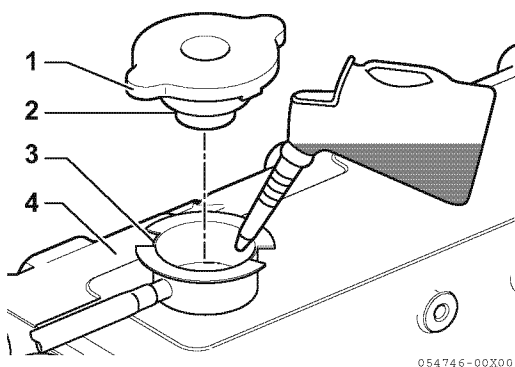

Abbildung 18
3. Kühlmittel langsam in den Kühlmittelbehälter (**Abbildung 18, (4)**) füllen, um Luftblasen zu vermeiden. Kühlmittel einfüllen, bis dieses am Füllstutzen überfließt.
4. Den Stopfen des Füllstutzendeckels (**Abbildung 18, (2)**) mit der Aussparung (**Abbildung 18, (3)**) des Füllstutzens ausrichten und Füllstutzendeckel (**Abbildung 18, (1)**) fest anziehen.